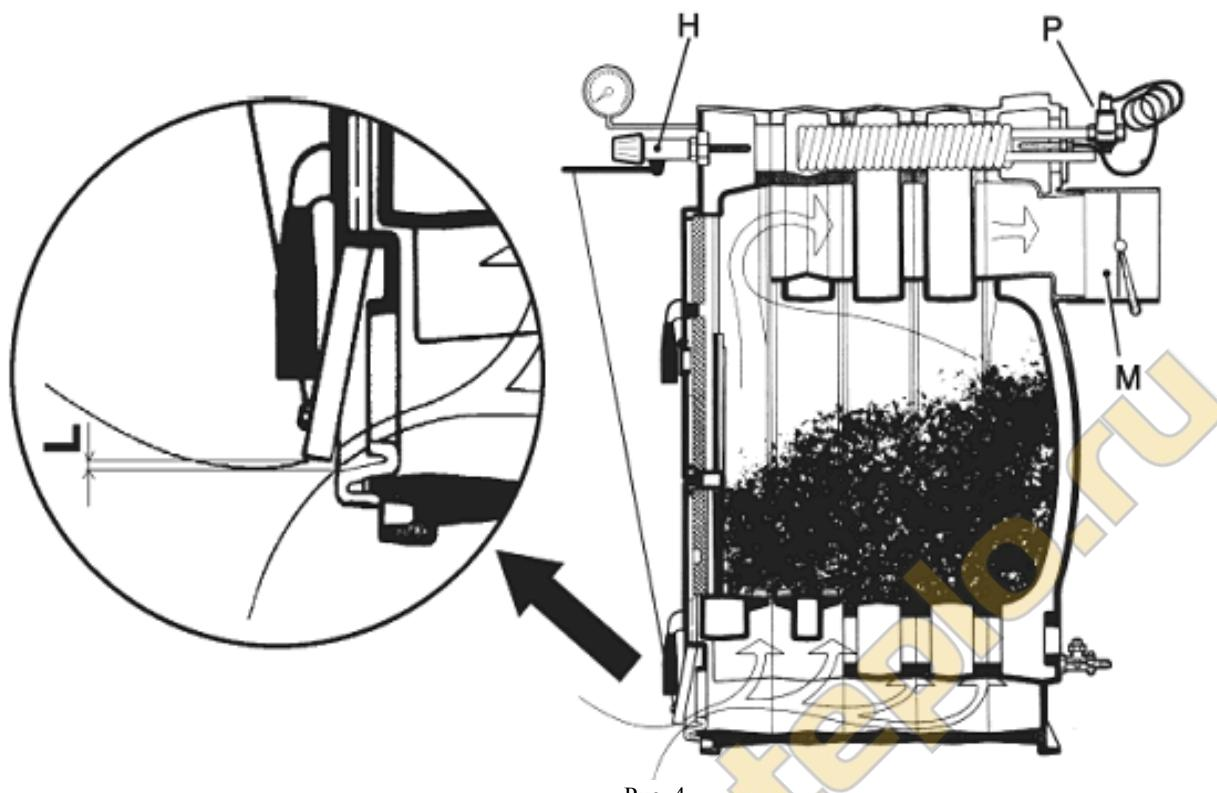

Рис. 4
6. Отрегулировать винты фиксации крышки воздухозабора таким образом, чтобы при зафиксированной крышке в любом случае оставался бы зазор для воздуха максимальным размером около 1-2 мм. При холодном кotle установить термостат регулировки на 60°. Вставить цепочку в соответствующее гнездо на крышке воздухозабора, отрегулировать длину цепочки таким образом, чтобы оставался зазор для воздуха "L" (Рис. 4) размером около 15 мм при использовании угля и 2 мм при использовании дров.
1. Снять цепочку и раму термостата регулировки "H" (см. Рис. 4).